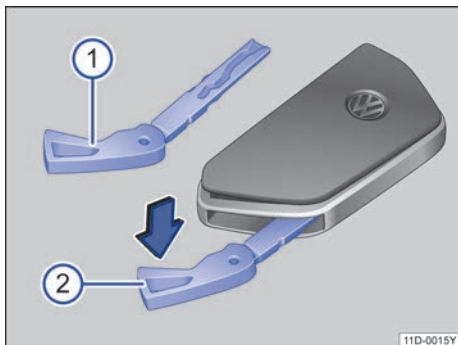

图 40 汽车钥匙：打开电池盒盖板
- 取出应急钥匙→图 40①→第 45 页。
- 将应急钥匙插入开口中→图 40②，沿箭头方向按压应急钥匙并撬出盖板。